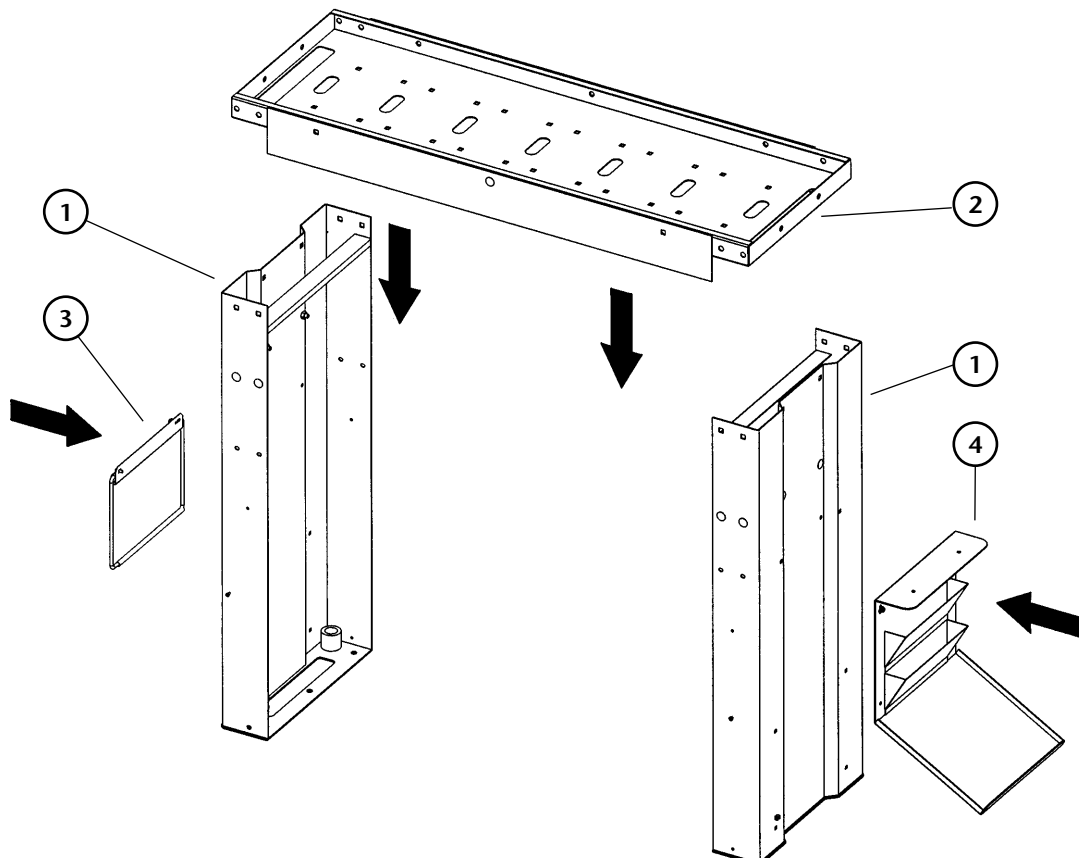
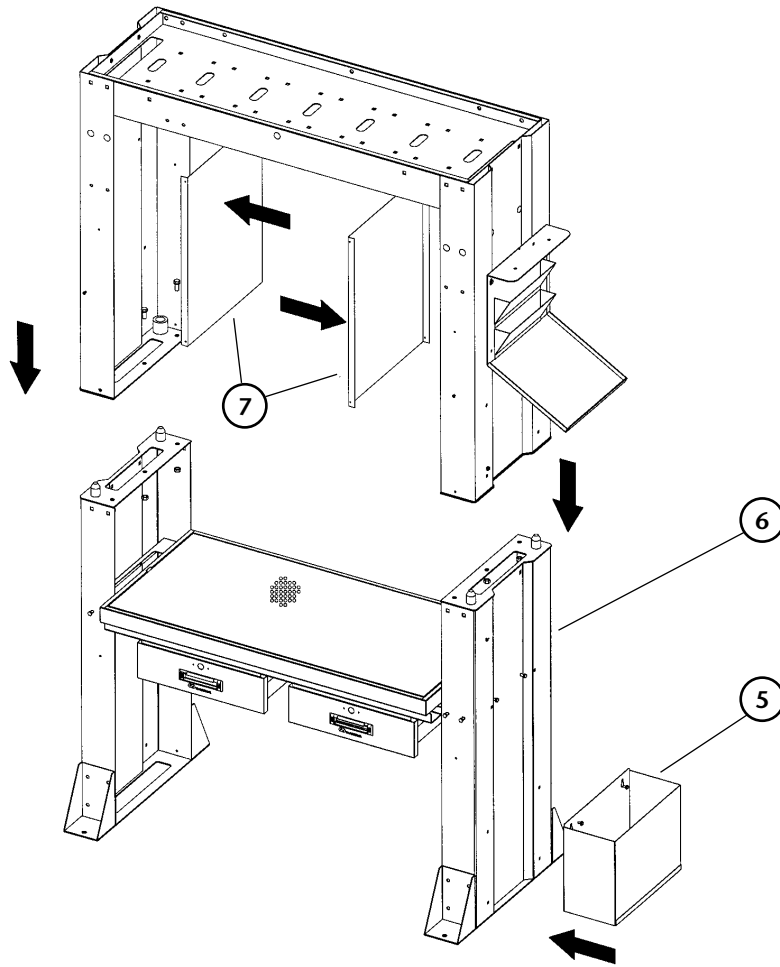

Fig. 1
Fig. 2
1. Place the two upper side supports (1) on the floor in vertical position (see fig. 1).
2. Place the upper hose reel support plate (2) on the said supports (1) and fasten it with the screws.
4. Fasten the waste basket (5) to the lower assembly.
5. Place and screw firmly the upper assembly to the lower assembly (6) (see fig. 2).
6. Once the fluid pipes which goes up to the hose reels are installed, place the tool holding panels (7) on the sides of the upper side supports (1).
2. Fijar sobre los mismos, la placa superior de soporte de enrolladores (2).
3. Atornillar los accesorios portarrollos (3) y escritorio (4) al conjunto superior.
4. Atornillar la papelera (5) al conjunto inferior.
5. Posicionar y atornillar firmemente en conjunto superior sobre el inferior (6) (ver fig. 2).
6. Una vez instaladas las tuberías de fluido que llegan a los enrolladores, colocar los paneles portaherramientas (7) en los laterales de los soportes superiores
1. Placer sur le sol, en position verticale (voir figure 1) les deux supports latéraux supérieurs (1).
2. Fixer sur ces deux derniers, la plaque supérieure du support d'enrouleurs (2).
3. Visser les accessoires du porte-rouleau (3) et du bureau (4) à l'ensemble supérieur.
4. Visser la corbeille (5) à l'ensemble inférieur.
5. Placer et visser fermement l'ensemble supérieur à l'ensemble inférieur (6) (voir fig. 2).
6. Lorsque les tuyauteries pour fluides arrivant aux enrouleurs ont été installées, placer les panneaux porte-outillage (7) sur les latéraux des supports supérieurs.